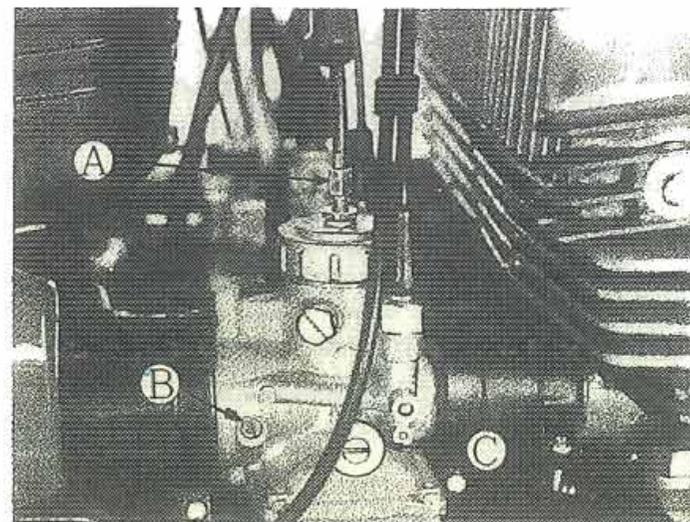

Fig. 29 - Regolazione carburatori
- 1) Regolate il gioco dei cavi di comando di ogni carburatore lasciando 2-3 mm. di corsa a vuoto come illustrato nella Fig. 29.
- 2) Avvitare le viti dell'aria (B) di ogni carburatore fino in fondo, quindi svitare ognuna di un giro e $\frac{1}{4}$.
- 4) Svitare le viti del minimo (C) di 3 giri e mezzo.